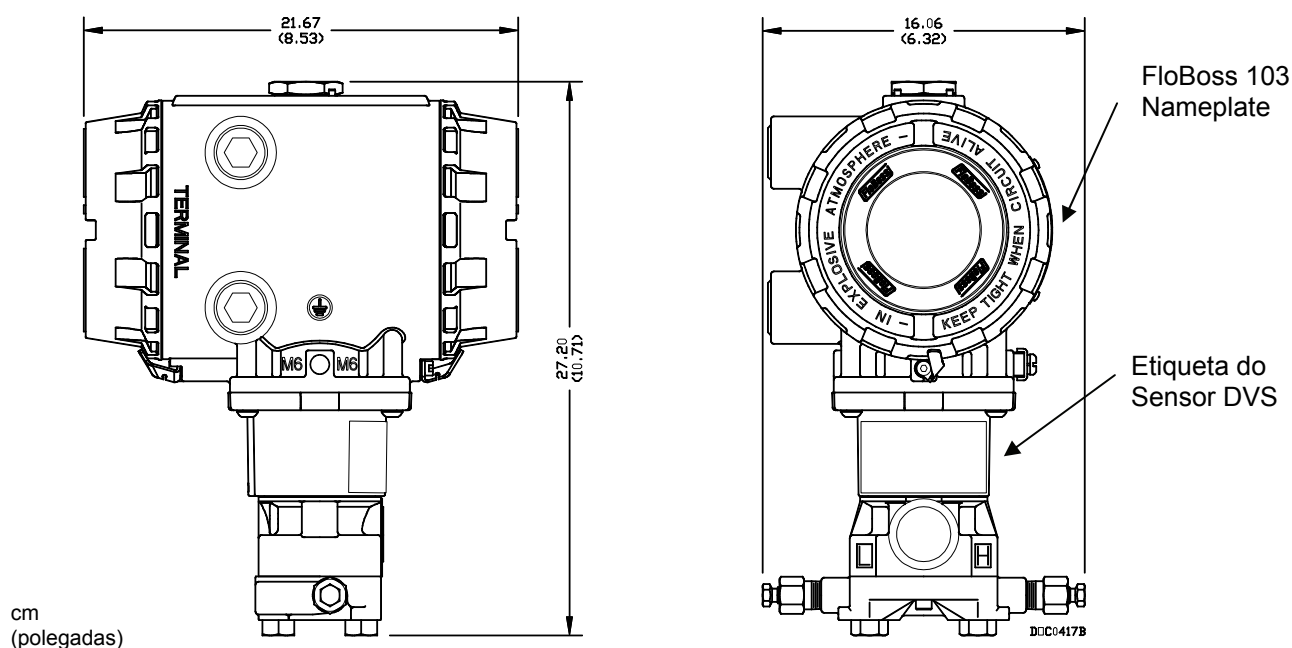

Figura 8. Dimensões do FloBoss 103
2. Encontre um local adequado para o FloBoss 103. Ao escolher um local para a instalação, leve em conta os espaços ao redor. Dê espaço suficiente para a fiação e o serviço. O LCD opcional deve ficar visível e acessível para o operador de campo. Consulte *Figura 8*.